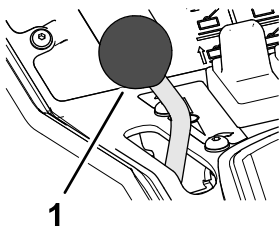

Bild 6
- Um die Motordrehzahl zu erhöhen, bewegen Sie den Gasbedienungshebel (Bild 6) nach vorne.